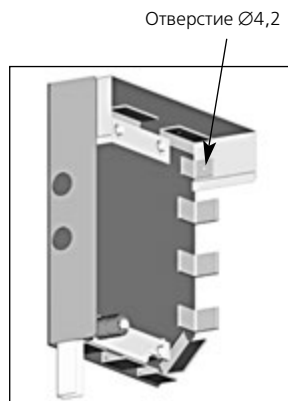

Рис.2.10
3. Разметить и сверлить совместно в верхнем уголке передней части крышек и в панели корпуса по одному отверстию  $\varnothing 4,2$  мм для последующей установки заклепок (рис.2.10).